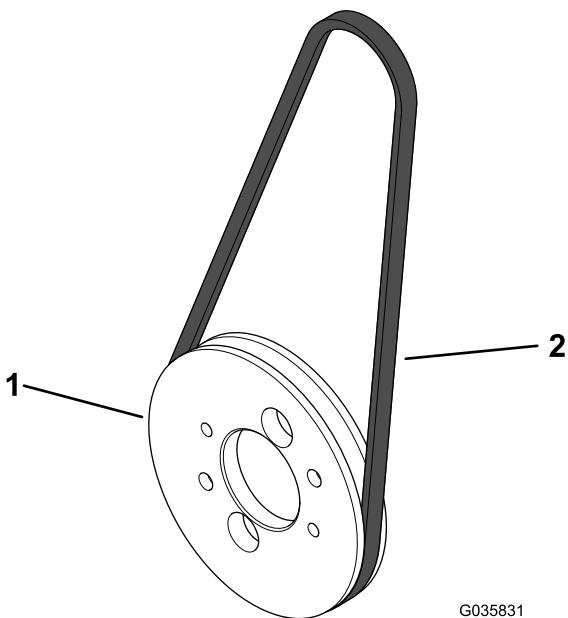

Figura 6
- Montate la cinghia dell'alternatore sulla relativa puleggia (Figura 6).